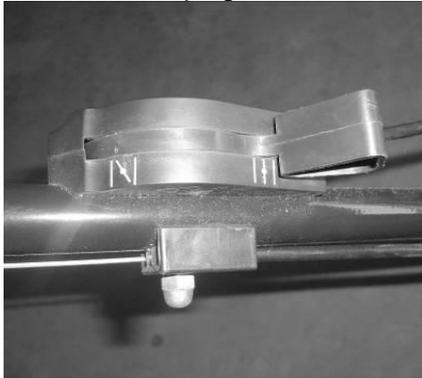

Fig.9A Fig.9B
2. Lors du démarrage du moteur froid, tournez le levier d'accélérateur en position . (Fig.9A)
Lorsque vous faites chauffer le moteur pendant qu'il tourne, tournez le levier d'accélérateur en position . (Fig.9A)